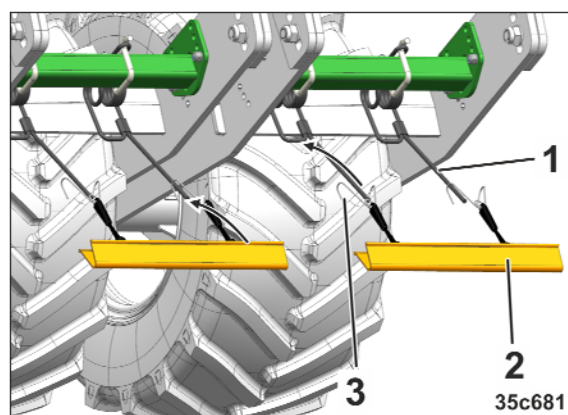

Bild 221
1. Ta ut trafikskyddslisterna (Bild 221/2) ur förvaringsfacket.
2. Montera trafikskyddslisterna (Bild 221/2).
- Häng spännlinorna (Bild 221/3) i harvpinnarna (Bild 221/1).